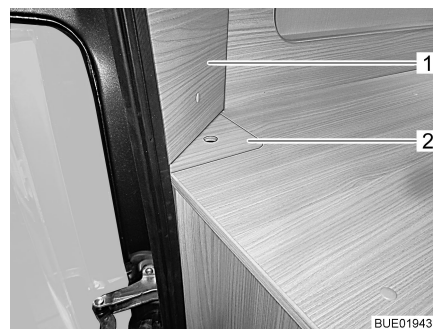

Fig. 83 Accès aux feux arrière, gauche (640)
- Retirer le couvercle (Fig. 83,1). Le couvercle est fixé avec des vis à fentes en croix.
- Saisir le couvercle (Fig. 83,2) par le trou servant de poignée et le retirer.